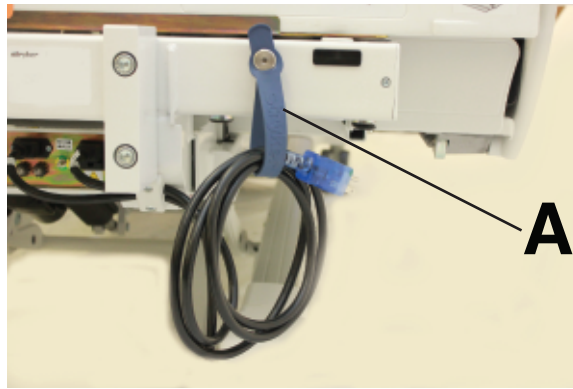

Figure 5 – Rangement du cordon d'alimentation
Pour ranger le cordon d'alimentation et le cordon auxiliaire, enrouler ceux-ci et les fixer autour du support pour cordon (A) situé sous le côté tête du produit (Figure 5).